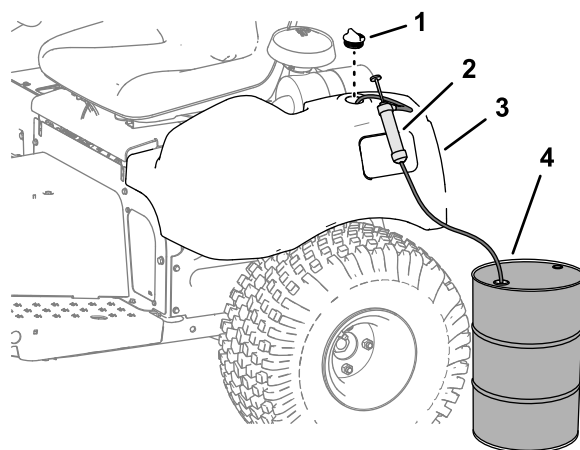

Figura 47
- Retire a tampa do reservatório hidráulico (Figura 47).
- Bombeie o fluido hidráulico do reservatório hidráulico (Figura 47).